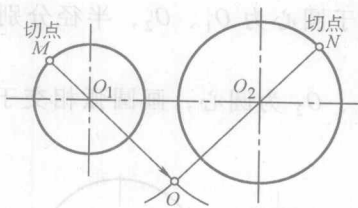

图 1-14 两圆弧间圆弧内接步骤三
3) 连接  $OO_1$  并延长, 交于已知圆于  $M$ ; 连接  $OO_2$  并延长, 交于已知圆于  $N$ ,  $M$ 、 $N$  即为切点, 如图 1-14 所示。